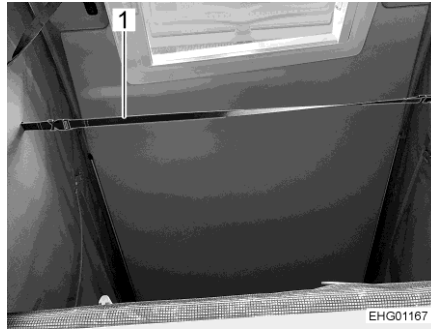

Bild 58 Rem
- Fäst tältdukens svarta rem (Bild 58,1) på vänster och höger sida av det uppfällbara taket. Därmed dras tygvåderna inåt när det uppfällbara taket stängs.